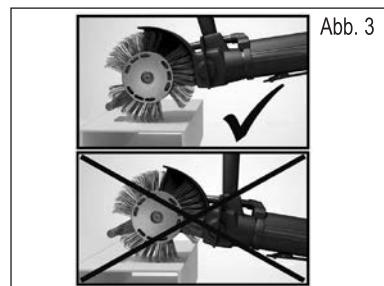

Abb. 3
5. Um beste Leistung zu erzielen, ist darauf zu achten, dass der Beschleunigungsstab nahe über die zu bearbeitende Oberfläche geführt wird. Bei zu großer Entfernung des Beschleunigungsstäbes zur Oberfläche, nimmt die Leistung spürbar ab. **Siehe Abb. 3.** Genaue Beschreibung der Arbeitsweise des Bristle Blaster® ist von **der mitgelieferten DVD zu entnehmen oder unter www.monti.de**